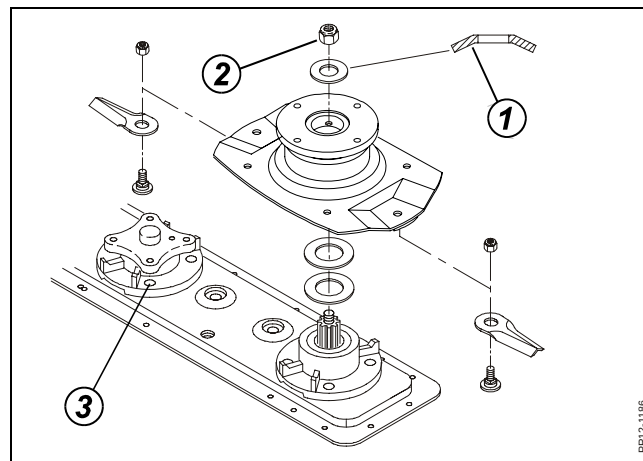

Fig. 5-29
**Fig. 5-29** Fjederskiven (1) over indgangsskiven vendes, som vist, så den buer opad. Møtrikken (2) spændes til **190 Nm** (19 Kpm). Boltene (3), der fastholder skivelejehuset til bjælken, spændes til **85 Nm** (8,5 Kpm).